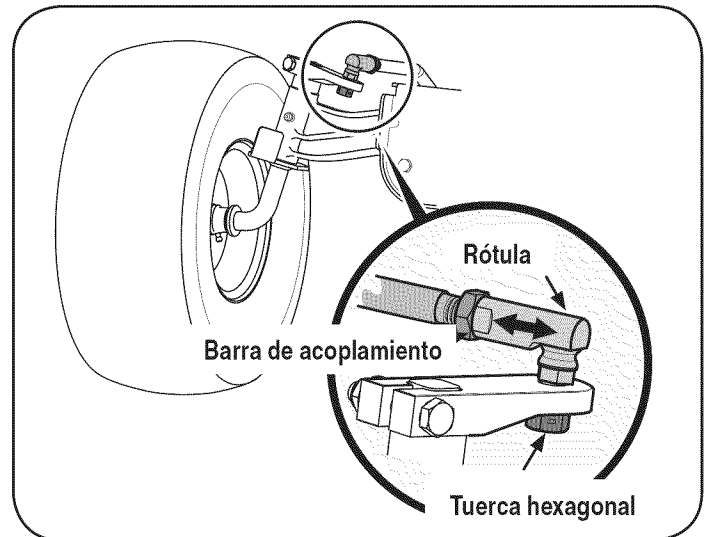

Figura 24
1. Extraiga la tuerca hexagonal de abajo de la junta de la rótula. Vea la Figura 24.